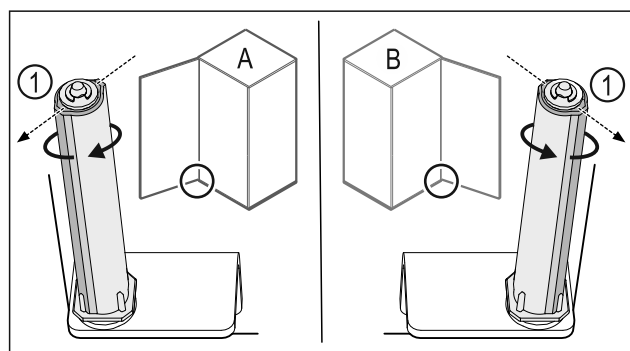

Fig. 33 Levý doraz (A) / pravý doraz (B)
- Otáčejte uzavíracím systémem proti odporu, dokud nebude lamela uzavíracího systému Fig. 33 (1) ukazovat směrem ven.